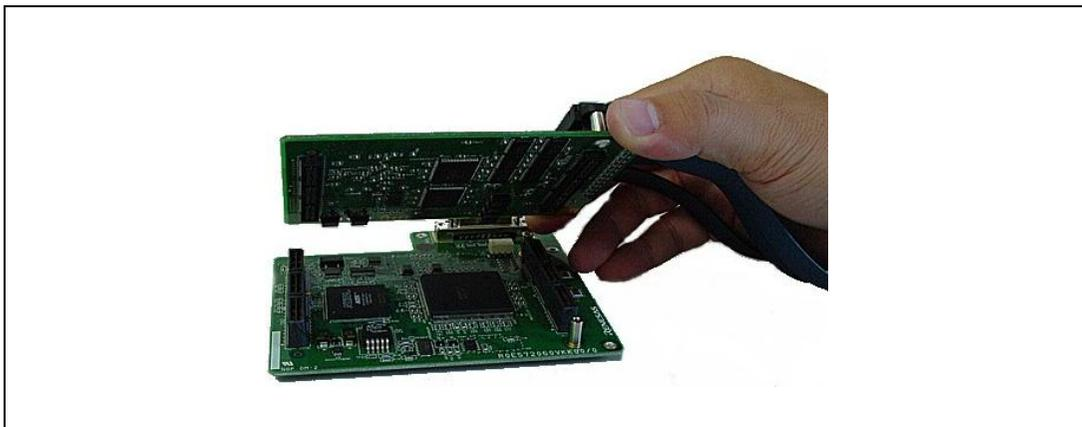

図 2.13 外部バストレースユニット、エバチップユニット、およびトレースケーブルの接続方法
- 外部バストレースユニットとエバチップユニットを組み合わせるご使用になる場合には、図2.13のように外部バストレースユニットとエバチップユニットを接続してください。